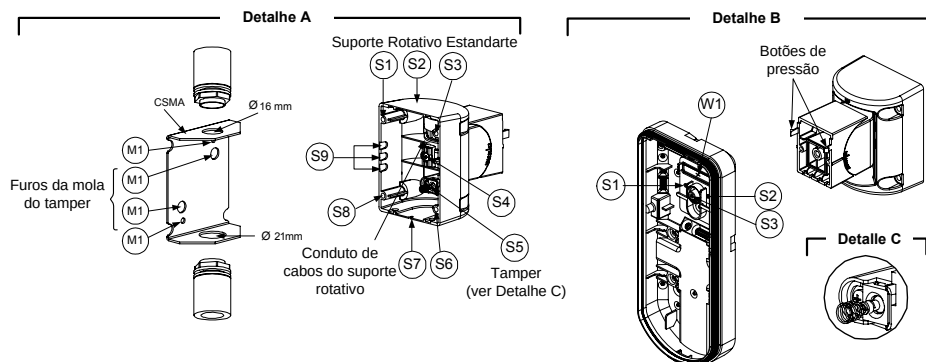

Figura 6
3. Abra os furos pré-marcados na base externa (Figura 6, Detalhe B)
4. No acessório do Suporte Padrão remova os furos pré-marcados de fiação S2, S7 ou S9 (Figura 6, Detalhe A).
5. Remova o tampo de parede da base interna (Veja o item: "Mudando a posição do tampo de parede") e conecte-o no S5 (Figura 6, Detalhe A) do Suporte Padrão.
- a. Insira o cabeamento externo através dos furos pré-marcados S2, S7 ou S9 e puxe-os (incluindo a fiação de tampo) Através da passagem de fiação do suporte padrão (Figura 6, Detalhe B).
Montando o suporte com conduíte (usando o Adaptador Metálico do Suporte de Conduíte - AMSC, Figura 6, Detalhe A)
- Insira os cabos externos e os fios do tampo na passagem de fiação do Conduíte (Figura 6, Detalhe A).
- Insira os fios do tampo e os cabos externos através do furo pré-marcado W1 do Suporte Padrão na base externa (Figura 6, Detalhe B).